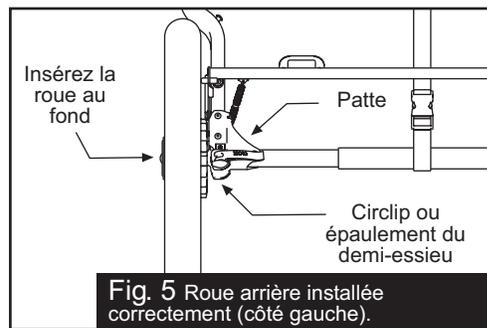
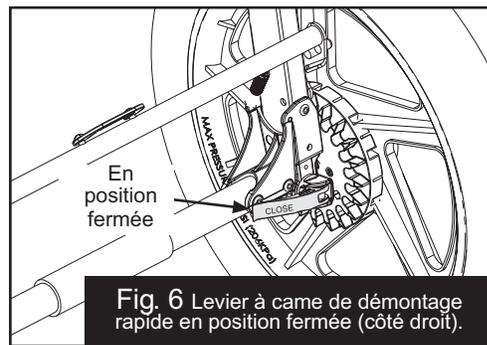
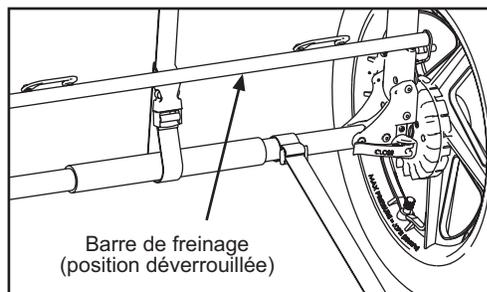

Fig. 5 Roue arrière installée correctement (côté gauche).
Fig. 6 Levier à came de démontage rapide en position fermée (côté droit).
Fig. 15 Frein de stationnement – position déverrouillée.
**4. LES ROUES ARRIÈRE :** Avant d'installer les roues arrière, placez la barre de freinage en position déverrouillée, tel qu'illustré à la figure 15. Placez le levier à came de démontage rapide de la roue arrière en position ouverte, tel qu'illustré à la figure 4. Insérez le demi-essieu de la roue arrière dans l'orifice qui se trouve à l'arrière de la patte. Si le demi-essieu ne s'insère pas facilement, desserrez à la main l'écrou de réglage du démontage rapide (Fig. 4). Remettez le demi-essieu dans la patte arrière en l'insérant complètement jusqu'à ce que l'épaule du demi-essieu ou son circlip vienne toucher la patte (Fig. 5). Mettez le levier à came de démontage rapide en position fermée (Fig. 6). Le mot « CLOSE » devrait être clairement visible et le levier à came de démontage rapide devrait presque toucher la patte. Lorsque le levier est correctement réglé, il faudra appliquer une force considérable afin de réussir à le fermer (37 à 50 PSI ou 165 à 222 N.m). Si vous ne sentez pas cette résistance (trop lâche ou trop serré), ramenez le levier de démontage rapide en position ouverte (Fig. 4) et réglez l'écrou de réglage (dans le sens des aiguilles d'une montre pour serrer, dans le sens contraire des aiguilles d'une montre pour desserrer). Placez le levier à came de démontage rapide en position fermée (Fig. 6).
de verrouillage. Pour vous assurer que le frein est bien mis, essayez de faire rouler la poussette de l'avant vers l'arrière, et vice versa, après avoir mis le frein. Si la poussette ne bouge pas, le frein est bien mis. Pour relâcher le frein de stationnement, soulevez la pédale rouge de la barre de freinage avec votre pied jusqu'à ce qu'elle se replace en position de déverrouillage (Fig. 15).